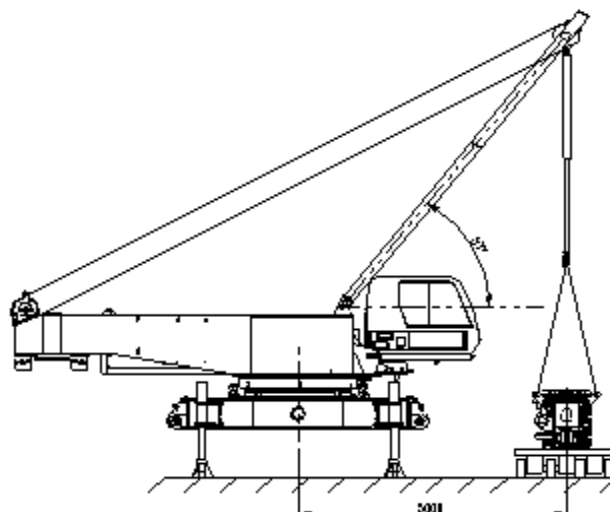

Рисунок 3-22 Подъем гусеничной тележки
3. Застропить и поднять гусеничную тележку над транспортным средством (рисунок 3-22) при помощи вспомогательного монтажного гидроцилиндра.